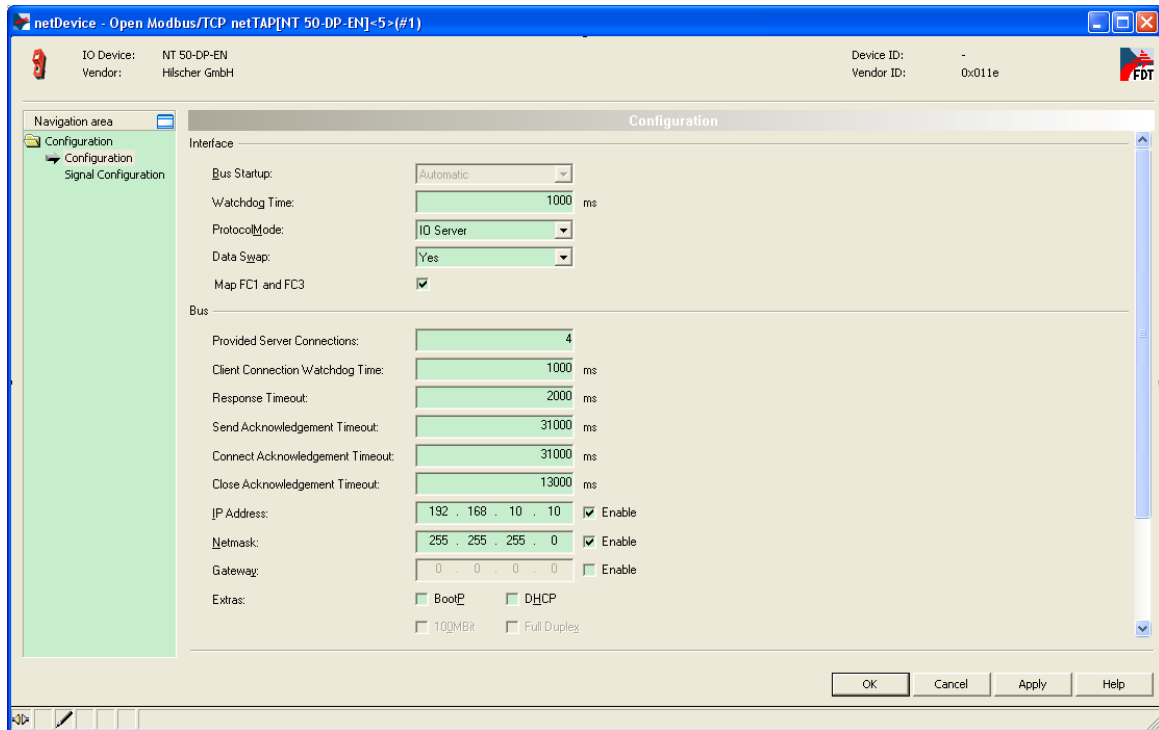

图 24
- 8) 右击网关图标,选择“Configuration” “Open Modbus/TCP” ,弹出对话框 ,设置网关作为 Modbus/TCP 从站 (Server) 的参数 ,如 : Map FC1 and FC3 (这样 , Modbus/TCP 主站可以通过 FC1 读取网关的位数据 , 通过 FC3 读取寄存器数据)、IP 地址 (去掉 DHCP 的选项 , 并选择 IP 地址和子网掩码的选项) 等 , 如图 24 所示。